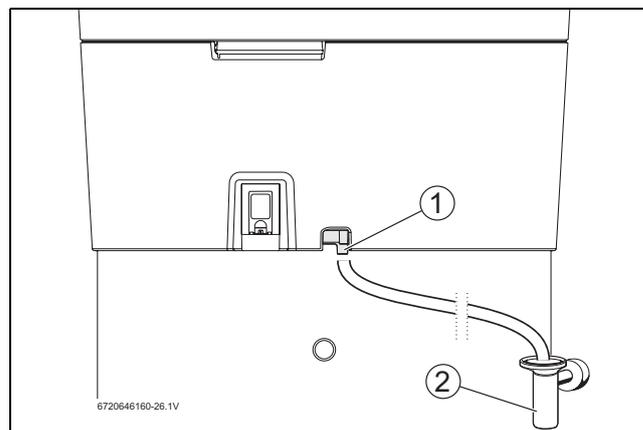

Fig. 13 Évacuation de la condensation
- ▶ Raccorder le tuyau ¹⁾ à l'écoulement (fig. 13, [1]) pour que les condensats puissent s'écouler sans problème.
- ▶ Évacuer les condensats par un siphon entonnoir (fig. 13, [2]).